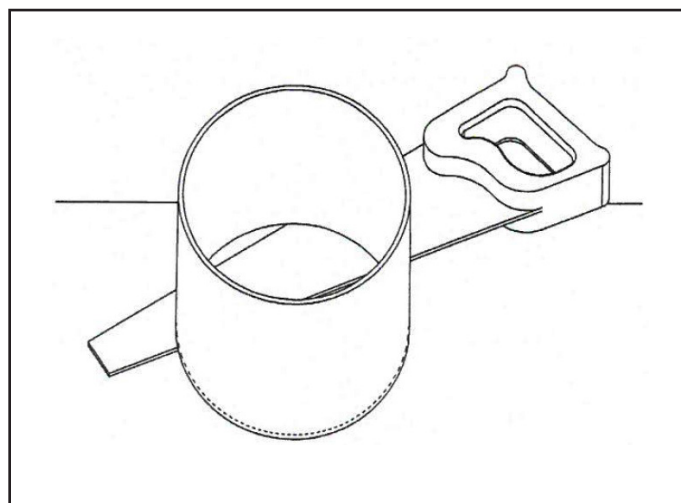

FIGURE 2
- Cut off Box flush with rough floor surface. (Fig. 2).
- Couper la boîte au ras du plancher brut. (Fig. 2).
6. Recortar la caja al ras de la superficie del contrapiso. (Fig. 2).